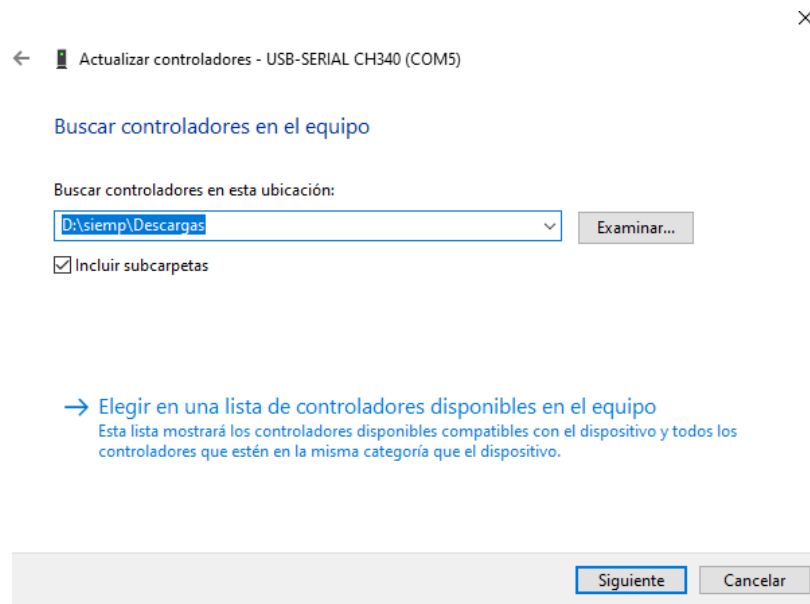
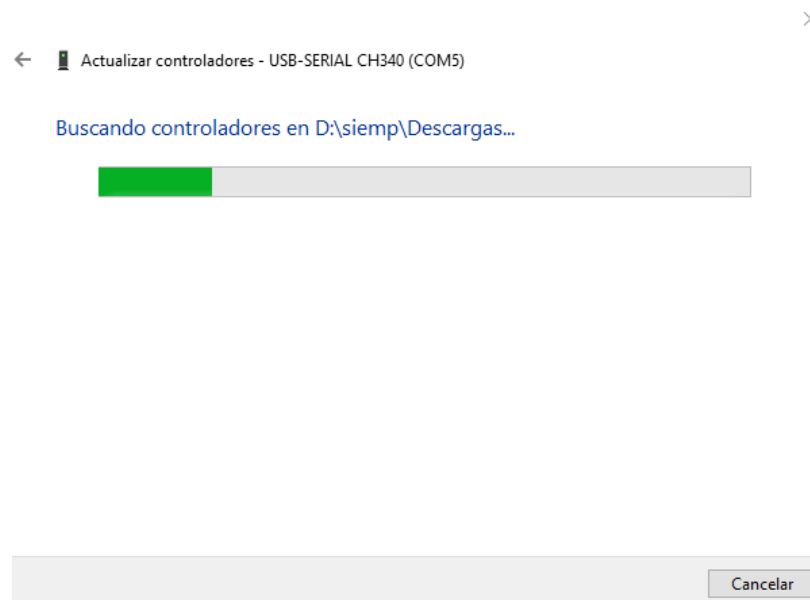

Figura B.5: Examinar PC.
Figura B.6: Buscando en carpeta.
3. Aparecerá una ventana como la figura B.5. Dar click en la opción *Examinar mi PC en busca de controladores*, donde aparecerá la ventana de la figura B.6
5. Aparecerá una ventana de espera (figura B.6). Aquí los controladores se estarán actualizando para poder utilizar la tarjeta de desarrollo.